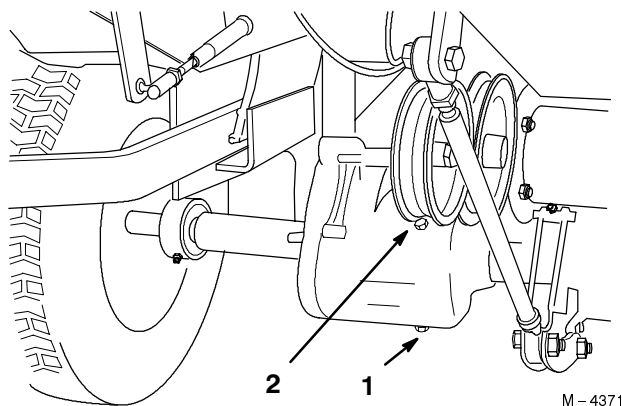

Figure 39
2. Nettoyez la surface autour du bouchon de vidange du pont et placez un bac de vidange au dessous (Fig. 39).
3. Enlevez le bouchon de vidange et laissez l'huile s'écouler dans le bac (Fig. 39). Remettez le bouchon de vidange quand toute l'huile s'est écoulée.
4. Enlevez le bouchon de remplissage et faites le plein d'huile SAE EP-90 (14,9 cl environ) jusqu'au bouchon (Fig. 39).